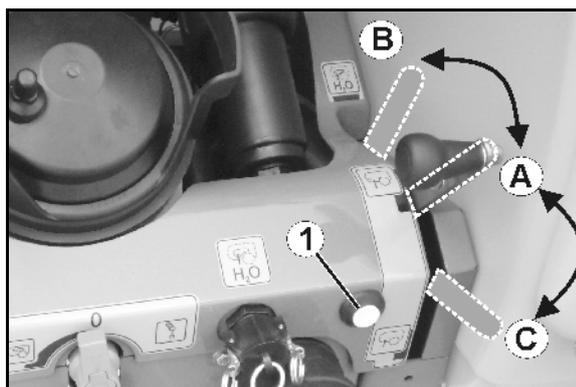

Fig. 88
- el pulsador del panel de control (Fig. 88/1).